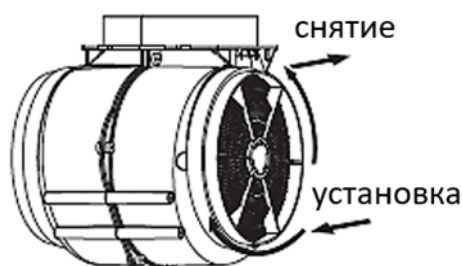

Рис. 10
- Для установки совместите пазы штифта короба мотора и угольного фильтра, и, прижимая фильтр к боковой части короба, поверните его по часовой стрелке до фиксации (рис. 10). Убедитесь, что фильтр надёжно закреплён, чтобы избежать опасности при его выпадении.